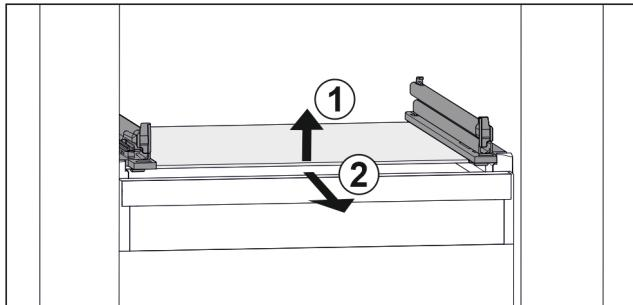

Fig. 97 Primjerni prikaz staklene ploče
- Staklenu ploču podignite sprijeda. Fig. 97 (1)
- Izvadite staklenu ploču prema naprijed. Fig. 97 (2)